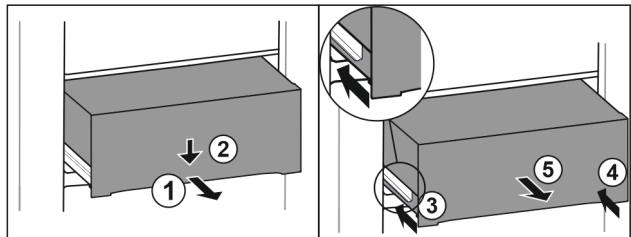

Fig. 117
- Schubfach halb herausziehen. Fig. 117 (1)
- Schubfach an der Vorderseite nach unten drücken. Fig. 117 (2)
- Linke Schiene etwa 2 cm (13/16 in) einschieben. Fig. 117 (3)
- Rechte Schiene etwa 2 cm (13/16 in) einschieben. Fig. 117 (4)
- Schubfach nach vorne entnehmen. Fig. 117 (5)